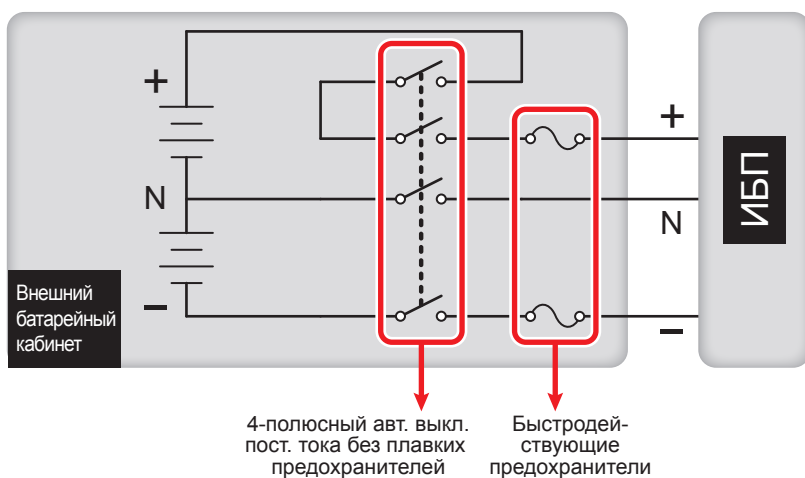
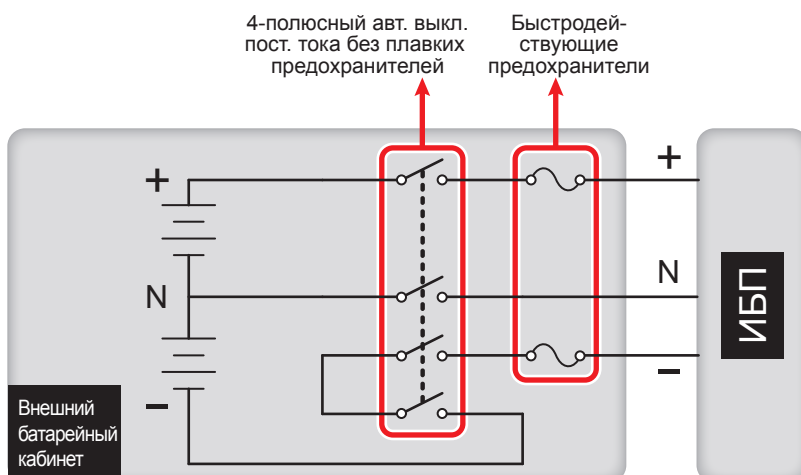

Рис. 6-17. Установка 4-полюсного автоматического выключателя постоянного тока и быстродействующих предохранителей (I)
Рис. 6-18. Установка 4-полюсного автоматического выключателя постоянного тока и быстродействующих предохранителей (II)
- Необходимо использовать 4-полюсный автоматический выключатель постоянного тока (без встроенных предохранителей). На один полюс разрешается подавать постоянное напряжение 250 В, на два последовательно включённых полюса – 500 В, на три – 750 В пост. тока. При установке 4-полюсного автоматического выключателя постоянного тока и быстродействующих предохранителей между ИБП и блоком внешних батарей сторонних производителей руководствуйтесь **рис. 6-17** и **рис. 6-18**.